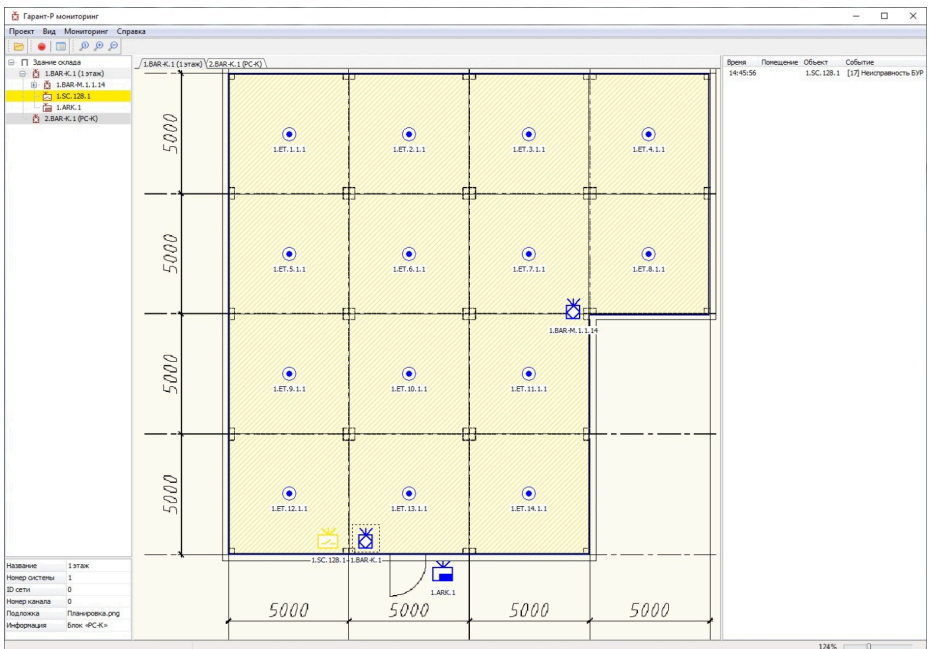

Рис. 29. Сообщение «Неисправность БУР»
**«КЗ линии СМК», «Обрыв линии ИПР», «Обрыв линии оповещателей», «КЗ линии Автоматика отключена», «Низкое напряжение питания», «Вскрытие корпуса».** Данное состояние наступает в зоне контроля «БУР». Соответствующий прибор в области структуры системы будет мигать желтым цветом, а зона его контроля на планировке – мигать желтой штриховкой (см. рис. 29). Сообщение будет сопровождаться одиночным звуковым сигналом.